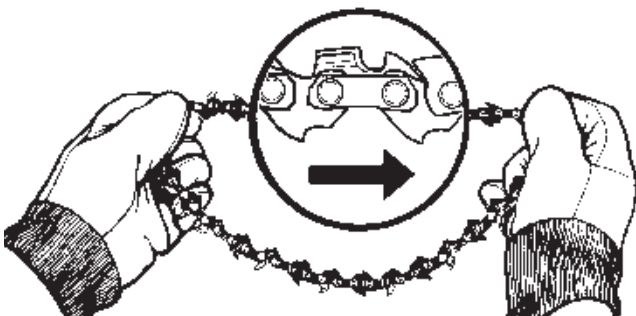

Fig. 11
4. Enlace la cadena de la sierra sobre el piñón de mando con los bordes cortantes de la cadena apuntando en la dirección de rotación (Fig. 11).